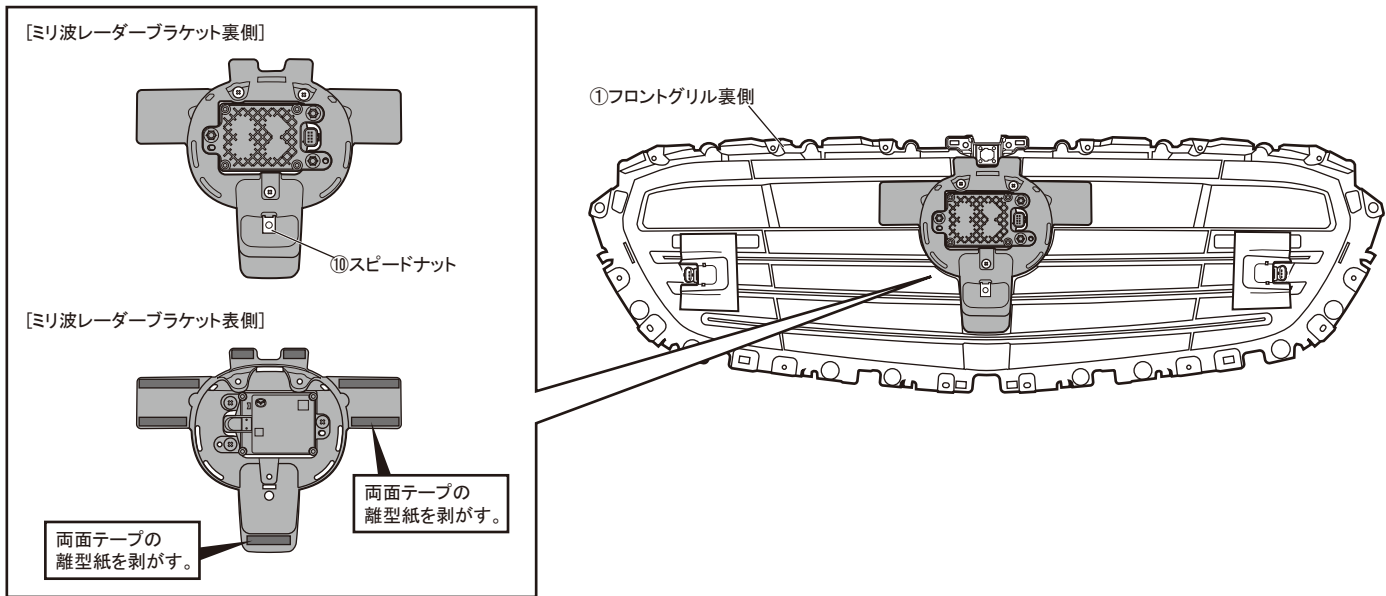

図8 ①フロントグリル取付け
11. 図8を参照し、⑦トラスポルトと⑧フランジナットを使用し、①フロントグリルの10箇所をフロントバンパーに固定します。